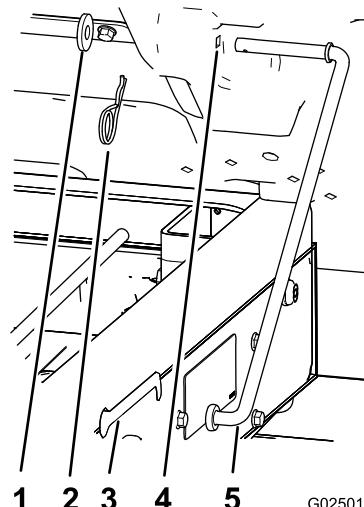

Figura 12
- Retire o perno de gancho e anilha que prende a barra de apoio à parte inferior da caixa (Figura 12).
- Deslize a barra de apoio para a frente para a remover do suporte na estrutura (Figura 12).